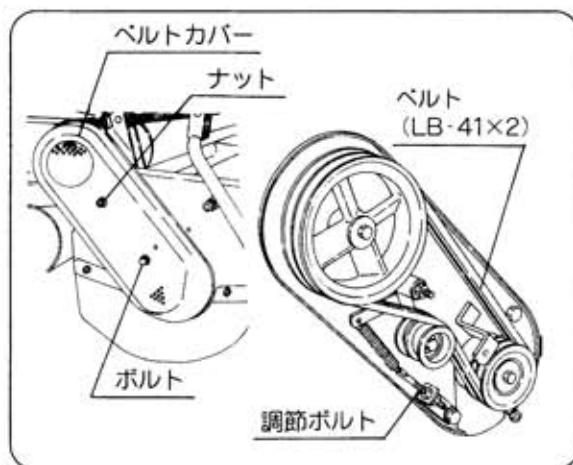

図59
- ① ボルト・ナットをゆるめベルトカバーを取り外します。(図59)
- ② 調節ボルトをゆるめます。(図59)